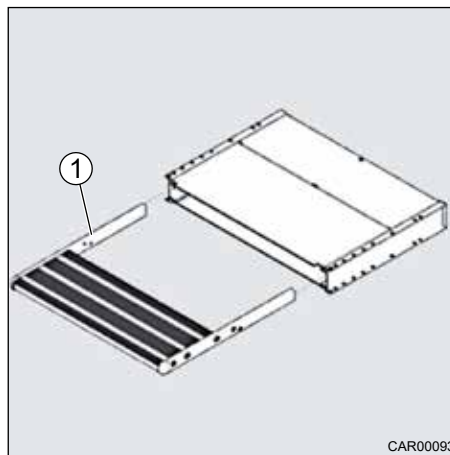

Fig. 192 Déverrouillage de secours
3. Tirer la marche (Fig. 192, pos. 1) en dehors.